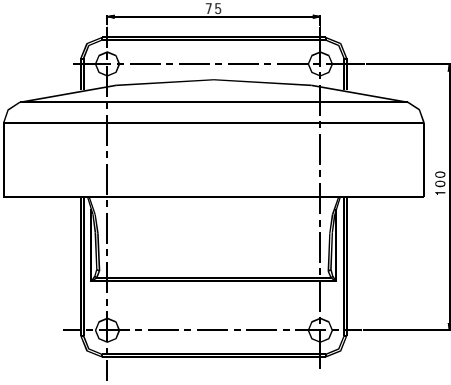

图2.2-2
2. 在安装的墙壁上，用壁挂支架作样板，画出钻孔的中心位置。（如图2.2-2所示）